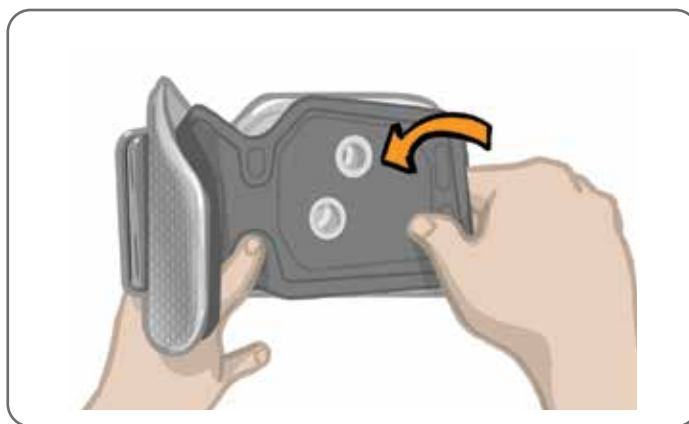

Figure 6-2 : Fixation du panneau personnel
- Faites glisser la sangle à travers les guides et boucles prévus à cet effet sur la jambière. Vérifiez que les attaches Velcro sont orientées vers l'extérieur de la jambière. Appuyez sur les attaches Velcro pour fixer la sangle. Reportez-vous à la figure 6-2.
1. Pour le panneau personnel de taille normale, alignez le panneau sur les deux électrodes de la prise de la jambière normale. Reportez-vous à la figure 6-2.